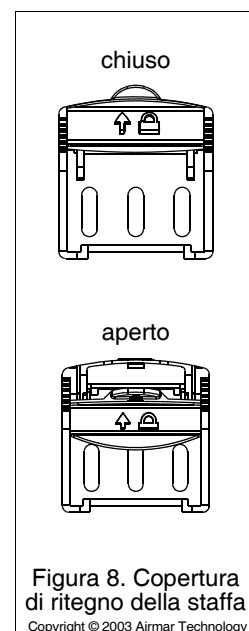

Figura 8. Copertura di ritegno della staffa
1. Se la copertura di ritagno è chiusa, apritela premendo il dispositivo di chiusura e ruotando la copertura verso il basso (Figura 8).